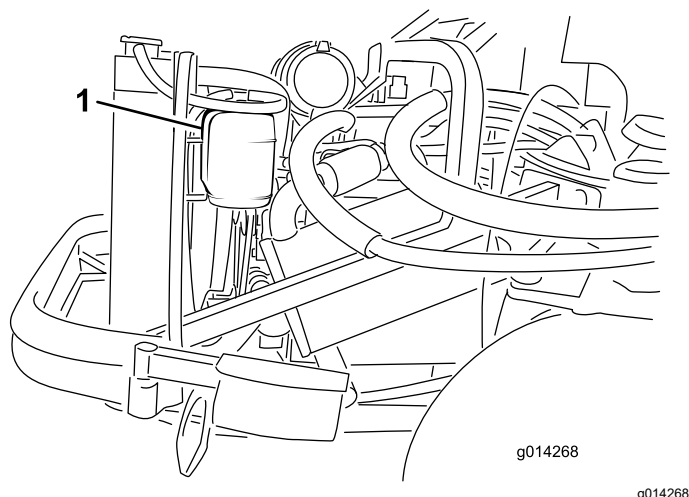

Figure 82
1. Vérifiez le niveau du liquide de refroidissement dans le vase d'expansion (Figure 82). Il doit se situer entre les repères qui figurent sur le côté du réservoir.